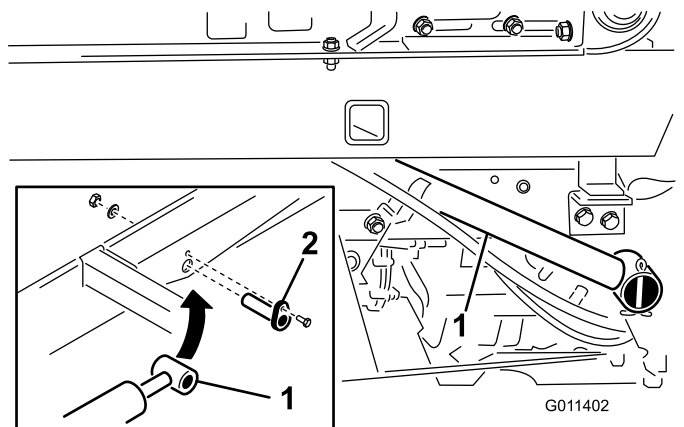

図 11
1. 各昇降シリンダのロッドの先端部をトップドレスサのベースにピンで固定する (図 11)。
2. 各シリンダピンをトップドレスサのベースに固定する ; 1/4 x 3/4 インチ・キャップスクリュー、平ワッシャ、ナットを使用する (図 11)。